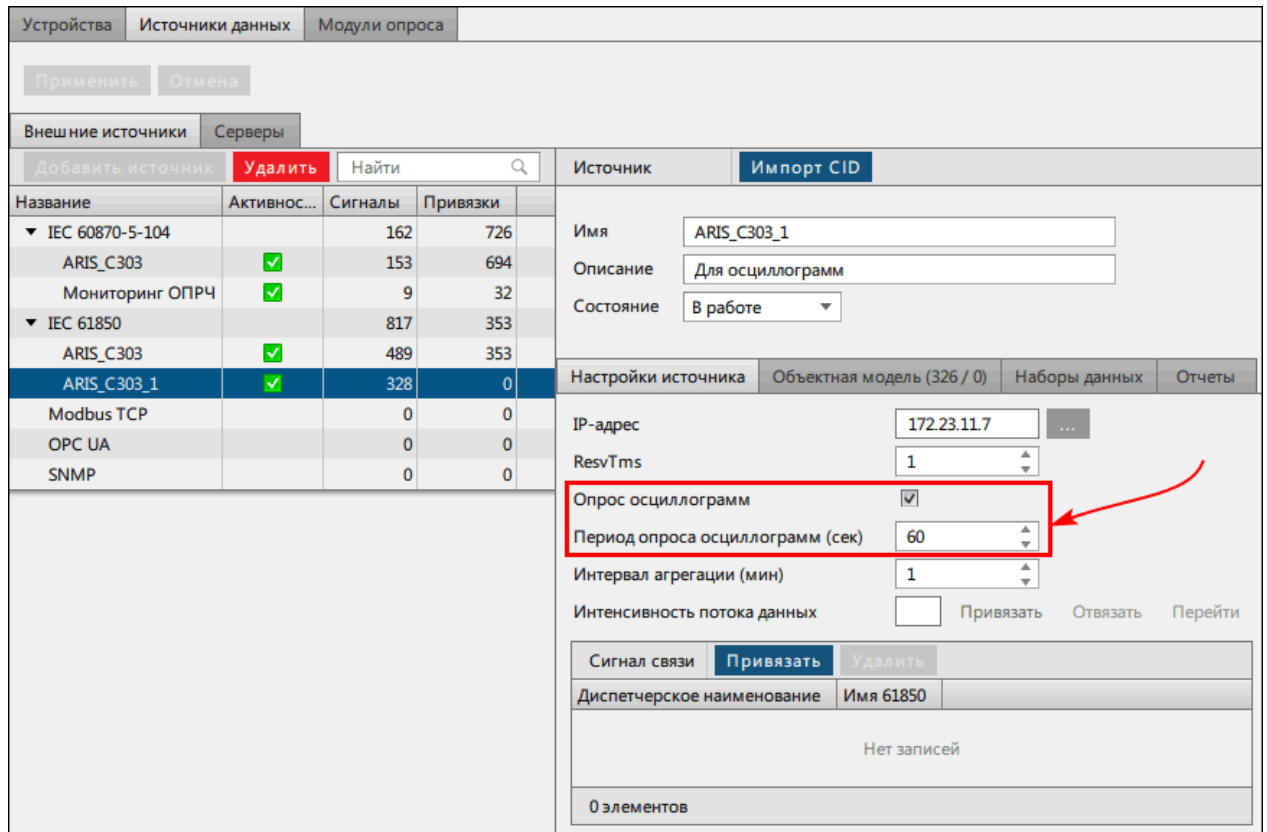

Рисунок 414 - Опрос осциллограмм
2. Для каждого источника приема осциллограмм заполните чекбокс **Опрос осциллограмм** и задайте период опроса осциллограмм (Рисунок 414).